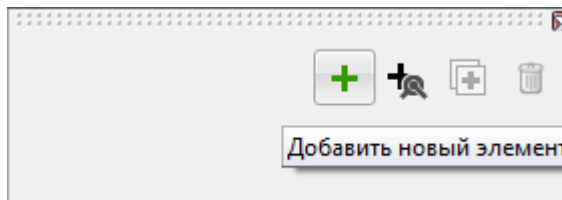

Рис. 1.9. Добавить новое тело
2. Создайте новое тело так же как новый графический объект – щелкнув по кнопке **Добавить новый элемент** в панели инспектора справа, см. рис. 1.9.